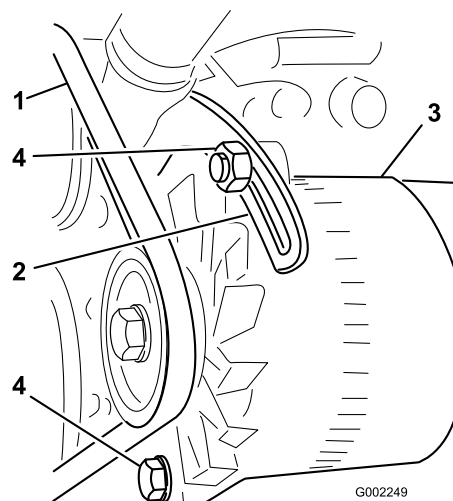

Figura 57
3. Desaperte as porcas que fixam a abraçadeira ao motor e a porca que fixa o alternador à abraçadeira (Figura 57).